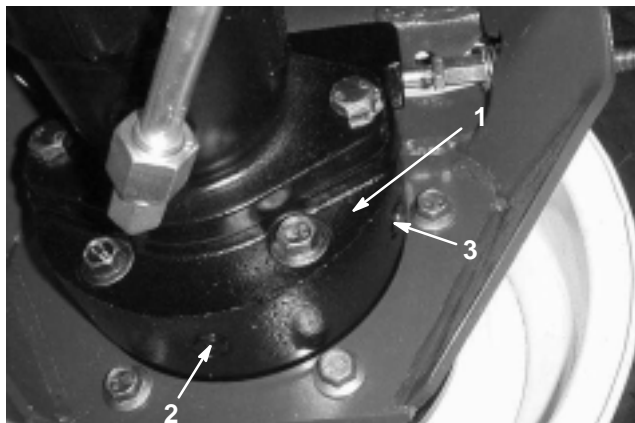

Figure 52
3. Placez un autre bac de vidange sous le carter de frein de l'autre côté de la roue (Fig. 52).